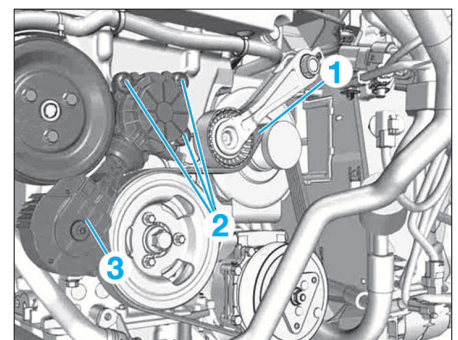

FIG. 24
- la courroie d'accessoires (1) (Fig.24) (voir opération concernée),
- les vis (2),
- la roue de friction (3).